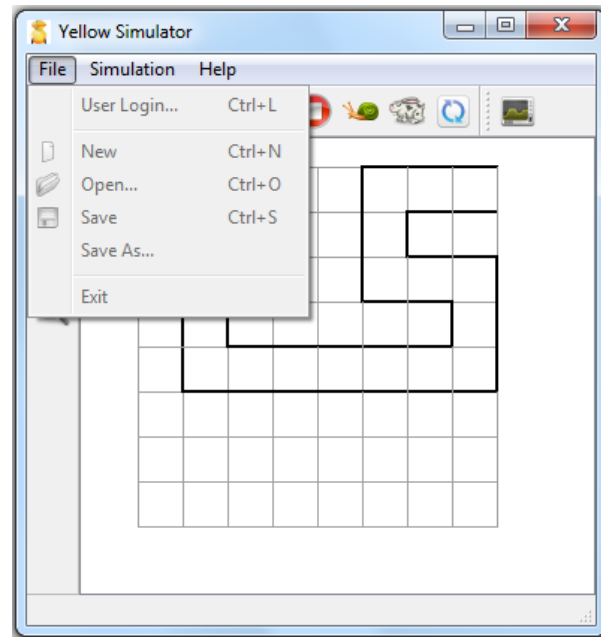

Figura 7. Detalle menú desplegable "File".
- Menu File: permite acceder a New, Open, Save, Exit y User Login. Esta última función se implementa para detectar el tipo de usuario que esta trabajando sobre el simulador, que puede ser el administrador o usuario normal. En la figura 7 se muestra este desplegable y sus opciones.